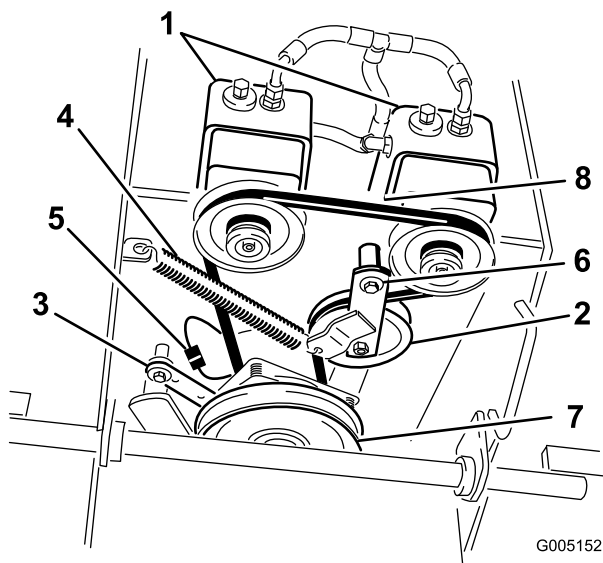

Figura 63
6. Desconecte el soporte del embrague de la plataforma del motor (Figura 63).
7. Desenganche el muelle de la polea tensora del bastidor (Figura 63).
9. Coloque el muelle tensor entre el brazo de la polea tensora y el soporte del bastidor (Figura 63).
10. Monte el soporte del embrague en la plataforma del motor (Figura 63).